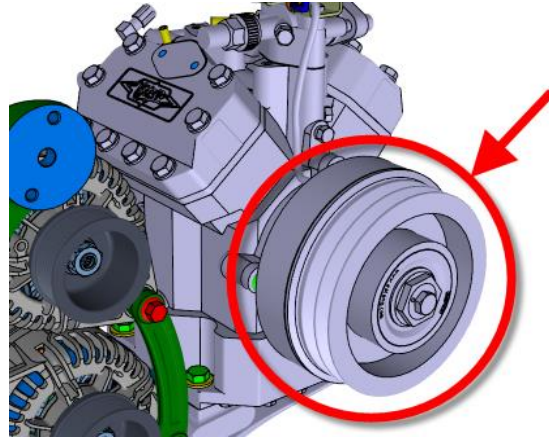

FIGURE 6
9. Enlever l'embrayage électromagnétique LANG (FIGURE 6).